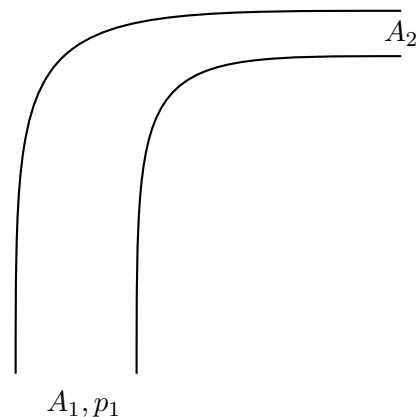

Figura 9: Problema 9
9. Determina la fuerza que el líquido, considerado ideal, ejerce sobre una cañería muy extensa doblada en ángulo recto, si sección de entrada es A_1 y que se angosta lentamente hasta una sección A_2 (ver figura 9). La presión a la entrada es p_1 , la densidad del líquido es ρ . ¿Cuál es la fuerza que la cañería le ejerce al caño?